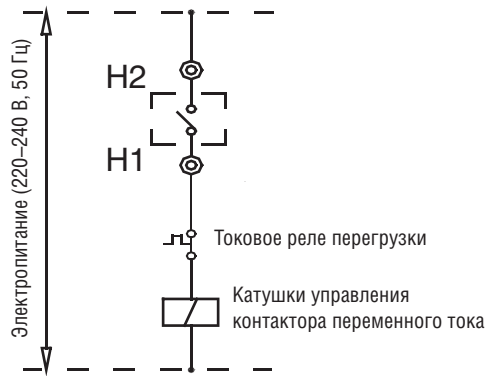

Рис. 5-2
10. Подсоединение проводов цепи управления вспомогательных электронагревателей: провода цепи управления контактора переменного тока вспомогательного электронагревателя должны подсоединяться к клеммам H1 и H2 основного модуля (см. рис. 5-2).